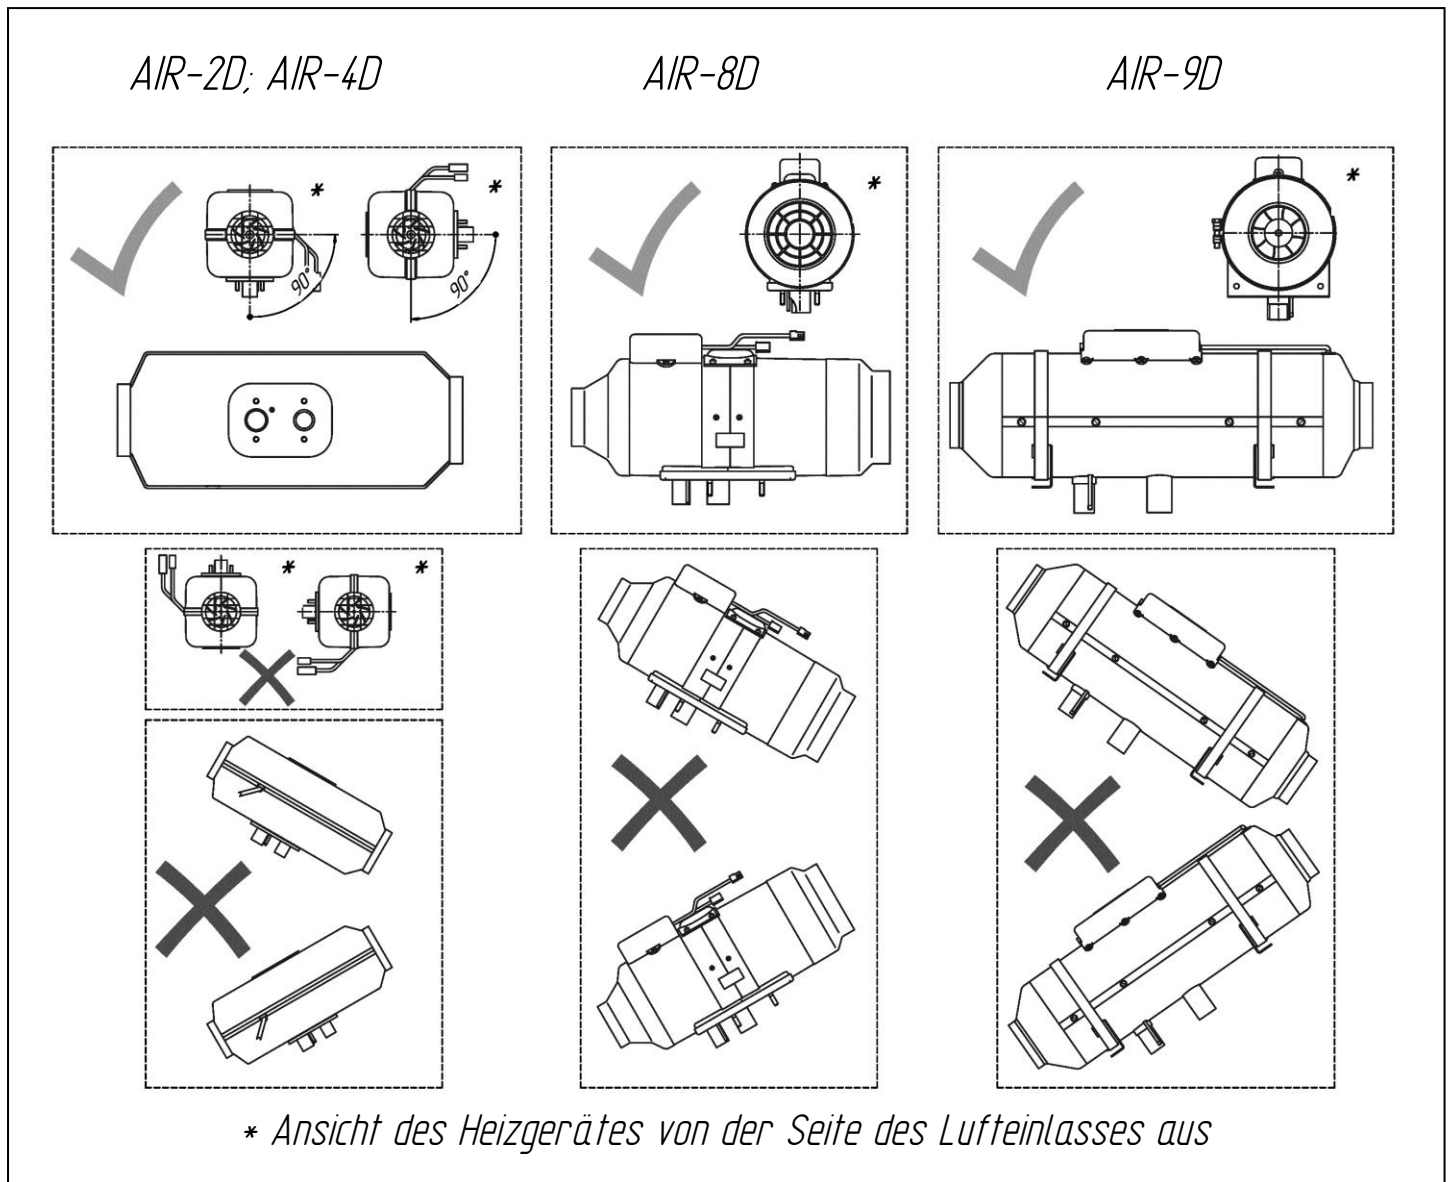

Abb. 1a - Einbaulagen des Heizgerätes
Installieren Sie das Heizgerät unter Berücksichtigung der zulässigen Betriebsposition gemäß Abb.1a/b. Berücksichtigen Sie die mögliche Krängung des Schiffes, wenn Sie es auf einem Seefrachtschiff installieren.
Wenn das Heizgerät mit dem Auspuffrohr nach unten und dem Lufteinlass zu Ihnen gerichtet positioniert ist, gilt es als 0°-Position. AIR-2D und AIR-4D können zwischen 0 und 90° geneigt werden. Aus dem gleichen Blickwinkel müssen die Kabel bei 2D und 4D auf der rechten Seite oder auf der Oberseite des Heizgerätes verbleiben. **Die AIR-8D und AIR-9D sollten nicht gekippt werden (siehe Abb.1a).**
**ACHTUNG!!! Der zuverlässige Betrieb des Heizgerätes hängt von der korrekten Installation des Heizgerätes ab. Das Heizgerät muss horizontal installiert werden (gemäß Abb.1a).**